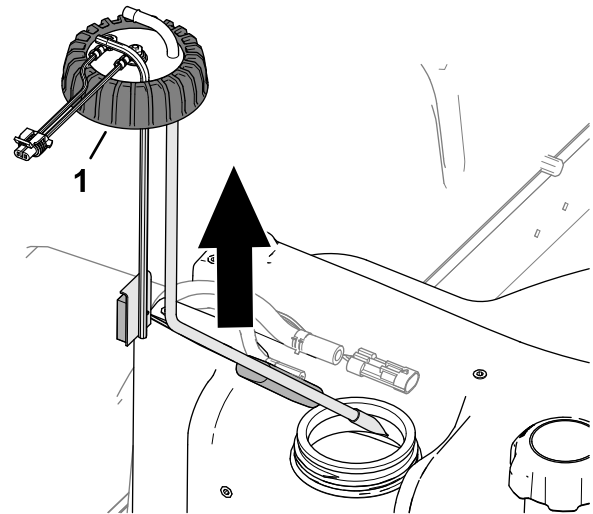

Figura 88
- Desaperte a tampa de alimentação de combustível (Figura 88).